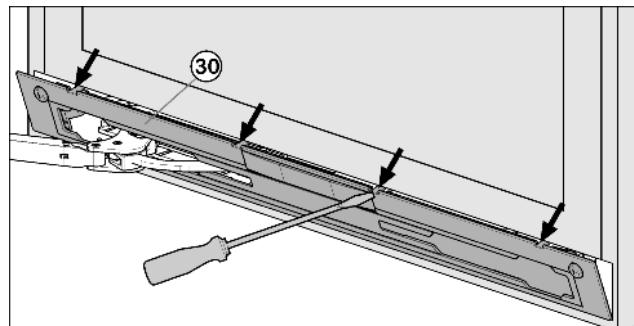

Fig. 11
- Вырвите накладку Fig. 11 (30) из зацепления и снимите ее с помощью шлицевой отвертки.